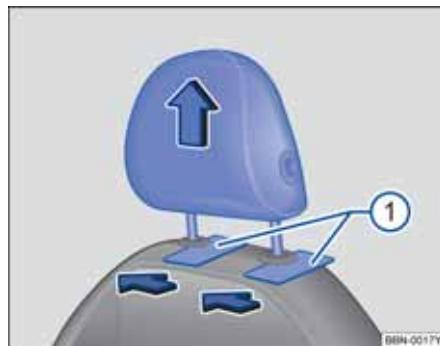

图 57 拆卸和安装前排头枕
- 松开头枕时，一人用一片平器具（例如，塑料卡片）插入靠背套与头枕导杆护套之间⇒图 57 ①，同时另一人将头枕完全拔出。